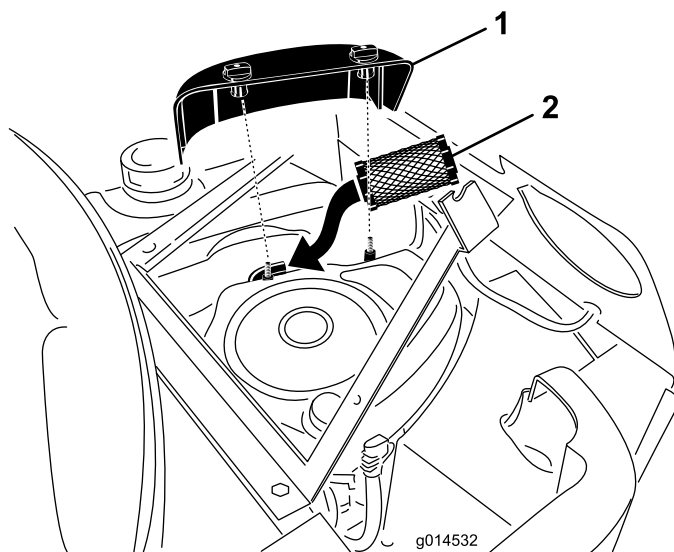

Figure 32
5. Desserrez les boutons sur le couvercle du filtre à air et déposez le couvercle (Figure 32).
7. Posez l'élément en papier neuf, comme illustré à la Figure 32.